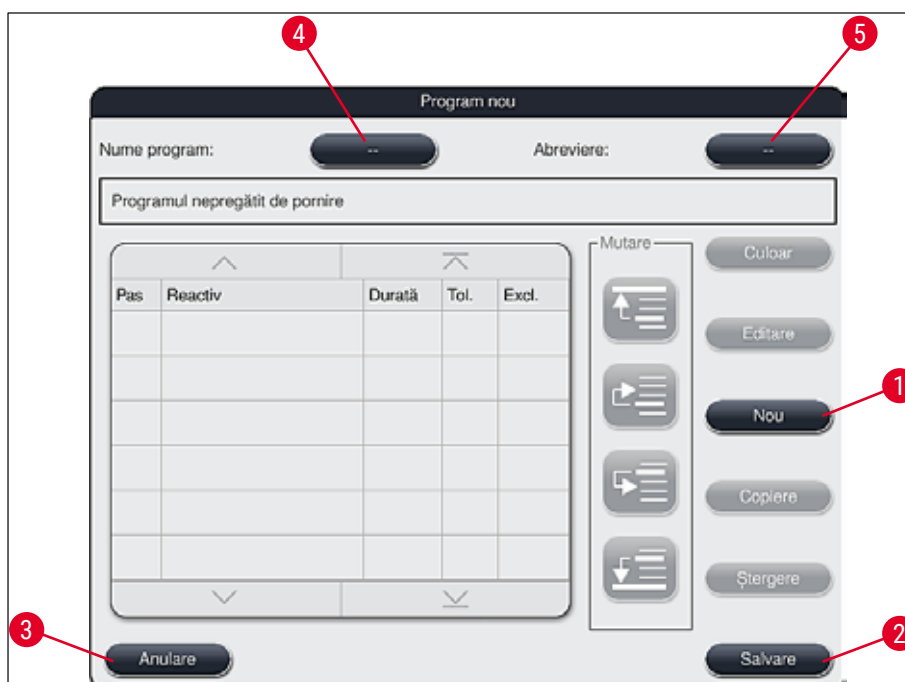

Fig. 45
- Se deschide o nouă fereastră de program (→ "Fig. 45").
- Se deschide fereastra de introducere (→ "Fig. 45") pentru program nou de creat.